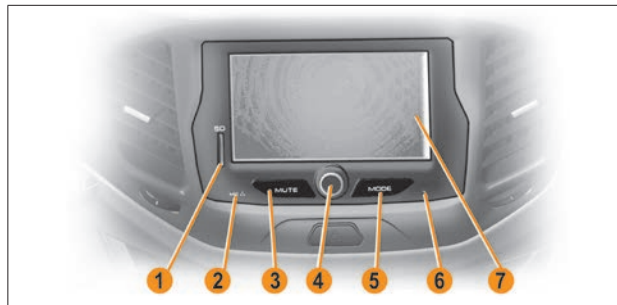

Рис. 7. Внешний вид MMC с навигационной системой
2.1.1 Включение MMC с навигационной системой осуществляется кратковременным нажатием (1-2 сек.) на ручку энкодера **4** (рис. 7).
2.1.3 Для выключения MMC с навигационной системой кратковременно нажмите ручку энкодера **4** (рис. 7) и удерживайте ее в нажатом положении до выключения дисплея.
2–3 сек. кнопку Reset **6** (рис. 7). После перезагрузки MMC с навигационной системой переходит в режим «Радио» с прослушиванием первой сохраненной радиостанции.
Для выключения звука нажмите кнопку **MUTE** (кнопка **3**, рис. 7). Для включения звука нажмите кнопку повторно.
Кнопка **MODE** (кнопка **5**, рис. 7) служит для переключения режимов работы MMC без навигационной системы, при этом будут отображаться только активные режимы. Например, если вставлена SD-карта и на ней есть только видеозаписи, то, используя кнопку **MODE**, можно попасть в окно «**Видео**», но нельзя попасть в окно «**Аудио**» и «**Фотографии**».
Регулировка громкости осуществляется вращением ручки энкодера **4** (рис. 7) вправо или влево.